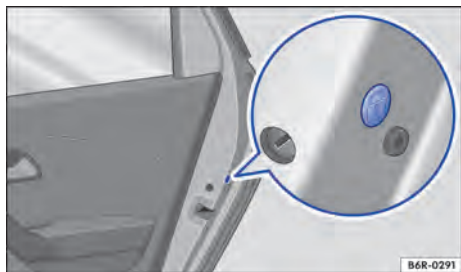

Fig. 59 Na porta traseira: travamento de emergência, coberto por uma vedação de borracha.
- Remover a vedação de borracha Ⓜ na lateral da porta → Fig. 59.